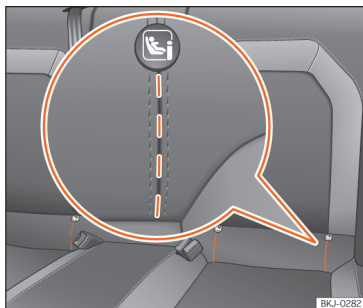

Abb. 26 Rücksitz: eingeprägte Schlitze für Zugriff auf die ISOFIX/i-Size-Halteösen.
bestimmten Fahrzeugen sind die Halteösen am Sitzgerüst, bei anderen am Ladeboden befestigt. Die „ISOFIX“-Halteösen befinden sich zwischen der Rückenlehne und der Rücksitzbank » **Abb. 26**. Die Top Tether*-Halteösen befinden sich im hinteren Bereich
- Öffnen Sie vorab per Hand den eingepprägten Bereich hinter den markierten Schlitzen, um an die Halteösen zu gelangen » Abb. 26.